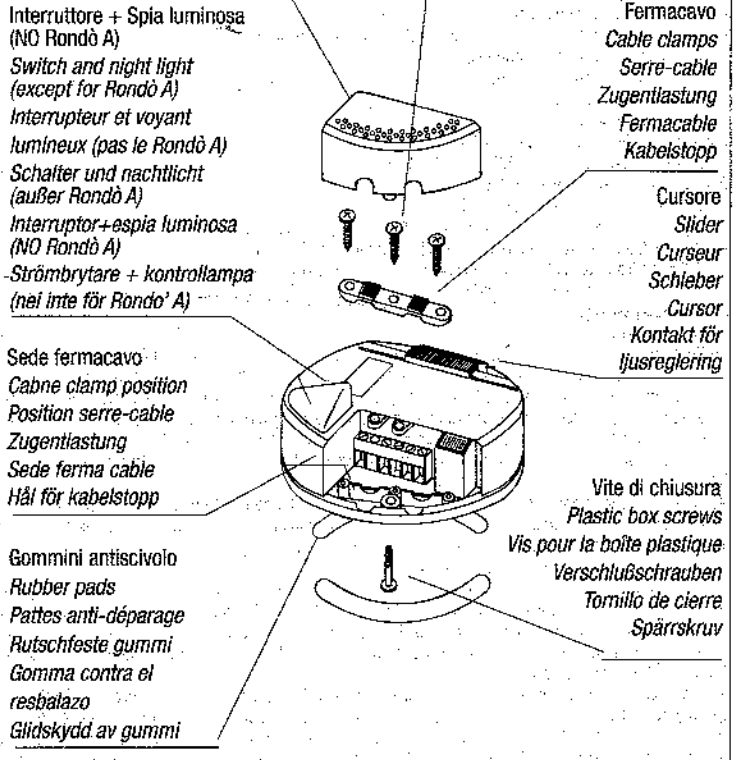

Fig. 1
Le régulateur se branche en mode passant sur le fil en utilisant éventuellement celui dont la lampe est équipé. Ôter le couvre-borne, câbler comme d'après le schéma (Fig. 1 et 2) en n'utilisant que des câbles de type H03VV-F 3x0,75 mm2 (Ø 6,8 max) et en respectant les normes de sécurité (conducteur de terre au moins 8 mm plus long que tous les autres). S'il y a deux lampes, utiliser un câble H03VV-F 4x0,75 mm2 (Ø max 6,8 mm) pour le branchement des charges.
- Betrieb mit 3 Drähten - eine Lichtquelle (Abb. 1). Die Ein- und Abschaltung der Lichtquelle erfolgt durch Druck des Schalters, die Regelung erfolgt direkt am Cursor;
Der Regler wird am Kabel eingebaut, ggf. kann dazu das vorhandene Kabel der Leuchte verwendet werden. Die Klemmenabdeckung entfernen und laut Schema auswechseln (Abb. 1 und 2), wobei ausschließlich Kabel vom Typ H03VV-F 3x0,75 mm2 (Ø 6,8 max) verwendet werden, unter Einhaltung der Sicherheitsnormen (Erdeleitung mindestens 8 mm länger als alle anderen Kabel). Im Fall einer doppelten Lampe zur Verbindung der Lasten ein Kabel H03VV-F 4x0,75mm2 (Ø max 6,8mm) verwenden. Aufmerksamkeit ist geboten beim Anschluss der Erde und des Neutralleiters, es dürfen maximal 2 Leiter pro Klemme verwendet werden. Die im Gerät vorhandene Erdungsklemme kann als Schutz der Last verwendet werden. Die Kabelklemmen festziehen, dabei den mechanischen Anzug prüfen, die Klemmenabdeckung in ihren Sitz einsetzen, die Verschlusschraube festziehen und die Antirutschknoppen in ihre Sitze einsetzen. Der Regler darf nicht der direkten Einwirkung von Wärmequellen ausgesetzt sein. Die Referenzraumtemperatur beträgt 35° Celsius, bei jedem Anstieg von 5° wird die Nennleistung um 20% reduziert. Die Installation ist unter Beachtung der geltenden CEI-Normen auszuführen, wobei die Anschlusspläne genau zu befolgen sind und ein Kabel mit geeignetem Querschnitt zu verwenden ist. Die Klemmen sorgfältig festziehen.
- Funcionamiento 3 cables - una fuente luminosa (Fig. 1): El encendido y el apagado de la fuente luminosa tienen lugar presionando el interruptor, la regulación se realiza directamente en el cursor;
El regulador se conecta pasante en el hilo, utilizando eventualmente el que tiene la lámpara. Quite el protector de borne, cablee como se muestra en el esquema (Fig. 1 y 2) usando solo cables de tipo H03VV-F 3x0,75 mm2 (Ø 6,8 máx.) respetando las normas de seguridad (conductor de tierra al menos 8 mm más largo que todos los demás). En el caso de doble lámpara use para la conexión de las cargas, cable H03VV-F 4x0,75 mm2 (Ø máx. 6,8 mm).
- Betjening 3 ledninger - én lyskilde (fig. 1). Lyskilden tændes og slukkes ved at trykke på kontakten, justeringen af lyset foretages direkte på markøren.
Lysdæmperen tilsluttes direkte på ledningen, ved eventuelt at anvende den ledning der allerede er monteret på lampen. Fjern klemdækslet, og udfør ledningsføring som iflg. diagram (fig. 1 og 2) ved anvendelse af kabler af typen H03VV-F 3x0,75 mm2 (Ø 6,8 max) og i overensstemmelse med sikkerhedsstandarderne (jordleder mindst 8 mm længere end de andre ledere). For dobbeltlampe anvendes der til tilslutning af belastninger, kabel H03VV-F 4x0,75mm2 (Ø max 6,8mm).